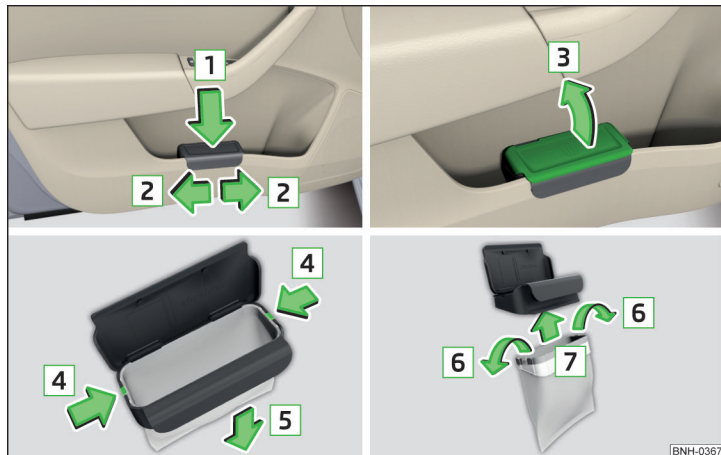

Abb. 68 Abfallbehälter: einsetzen und verschieben / öffnen / Beutel einsetzen
- Den Abfallbehälter im hinteren Bereich in Pfeilrichtung **1** » Abb. 68 eindrücken.
- Den Abfallbehälter entgegen der Pfeilrichtung **1** » Abb. 68 herausnehmen.
- Den Abfallbehälter in Pfeilrichtung **3** » Abb. 68 öffnen.
- Die beiden Rastnasen des Innenrahmens in Pfeilrichtung **4** » Abb. 68 vom Behälterkörper abdrücken.